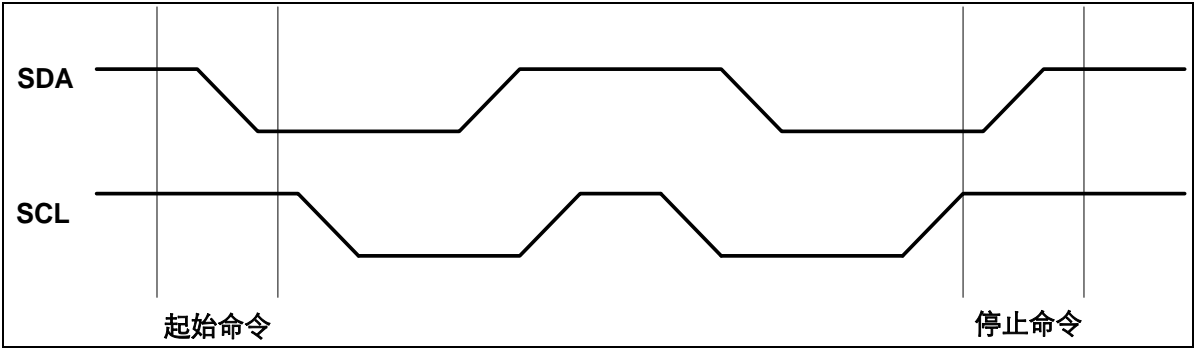

图 12-3 起始（Start）与停止(Stop)命令定义
**起始命令：**当 SCL 为高，SDA 由高到低的变化被视为起始命令，必须以起始命令作为任何一次读/写操作命令的开始（参见图 12-3）。
**停止命令：**当 SCL 为高，SDA 由低到高的变化被视为停止命令，在一个读操作后，停止命令会使 EEPROM 进入等待态低功耗模式（参见图 12-3）。